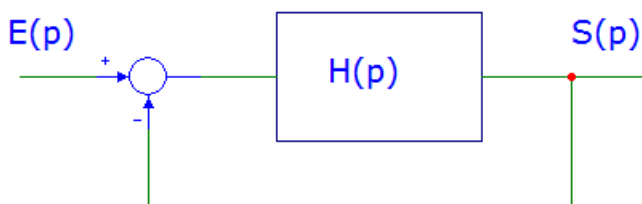

fig.2
- A partir de schéma de la figure 2 démontrer la relation donnant  $T(j\omega)$ .